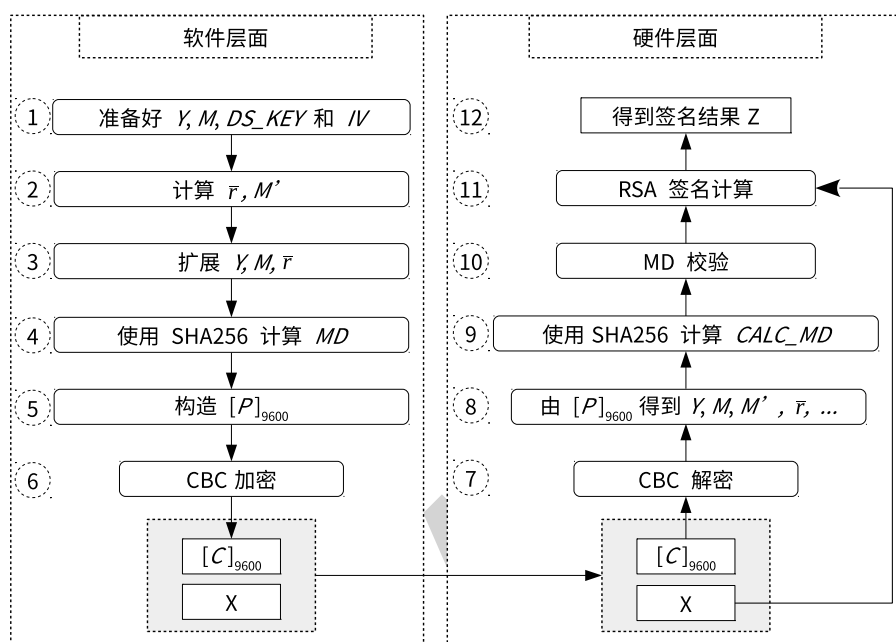

图 19-1. 软件准备工作与硬件工作流程
如果用户想使用 DS 模块进行数字签名，软件和硬件必须紧密配合才可以顺利完成，并且软件需要做一系列准备工作，如图 19-1 所示。图中左半边给出了在硬件开始 RSA 签名计算之前，软件需要做哪些准备工作。图中右半边展示了硬件在整个签名计算的过程中具体会做些什么。
- 对于多次签名计算，软件准备工作（图 19-1 左侧）只需要进行一次，但对于每一次签名计算，硬件运算（图 19-1 右侧）都需要重新进行。
用户需要依照图 19-1 指定的步骤来计算 C 。详细的过程描述如下：
1. 解析阶段, 即图 19-1 中的步骤 7 和步骤 8
解析过程是图 19-1 中步骤 6 的逆过程。DS 模块将调用 AES 硬件加速器以 CBC 块模式对输入的密文信息 C 进行解密, 获取明文信息。该过程可以表示为 $P = \text{AES-CBC-DEC}(C, DS_KEY, IV)$, 其中 IV 就是 $[IV]_{128}$, 由用户直接指定; $[DS_KEY]_{256}$ 由硬件 HMAC 提供, 由存储在 eFuse 中的 $HMAC_KEY$ 得到, 软件无法获取。
2. 校验阶段, 即图 19-1 中的步骤 9 和步骤 10
DS 模块会执行两种校验操作: MD 校验和填充 (padding) 校验。由于填充校验和 MD 校验同步进行, 因此填充校验不在图 19-1 中体现。
3. 计算阶段, 即图 19-1 中的步骤 11 和步骤 12